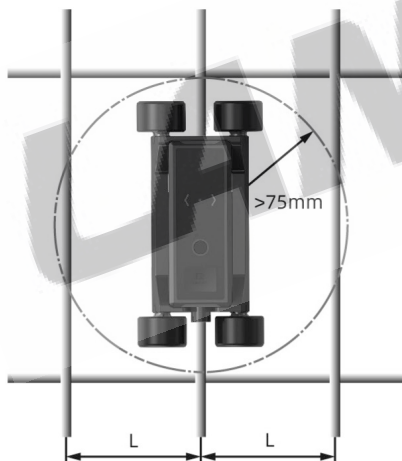

图1.1
- 9、如图1.1、1.2所示钢筋间距 L 和保护层厚度 S 的比值通常情况下要满足不小于2:1的条件，随着钢筋直径变大该比值也要相应变大，如钢筋直径大于18mm不大于25mm时要满足2.5:1的条件，大于25mm时要满足3:1的条件。
- 10、如图1.1所示周边箍筋应距离探头测量中心75mm以上。